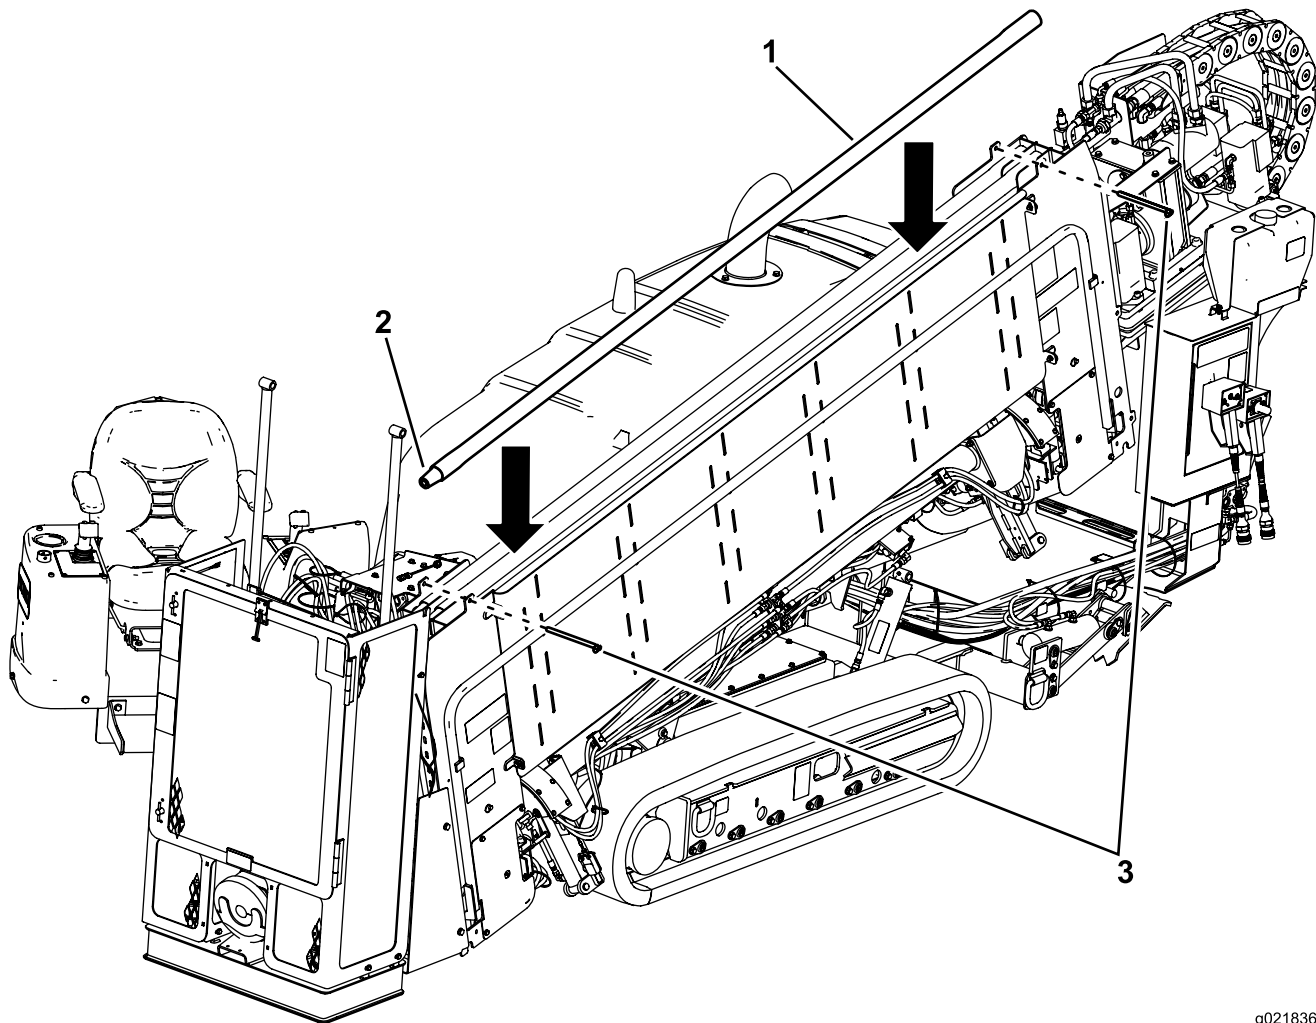

Figura 68
1. Retire los pasadores del portatubos (Figura 68).
2. Introduzca los tubos desde arriba con los extremos de rosca macho hacia la parte delantera de la máquina (Figura 68).